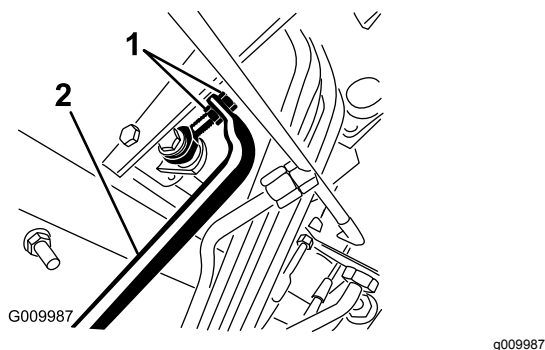

Figura 47
- Ajuste las contratueras del extremo de la varilla de la bomba con objeto de desplazar el tubo de control de la bomba hacia adelante para eliminar el movimiento de la máquina hacia adelante, o hacia atrás para eliminar el movimiento hacia atrás (Figura 47).